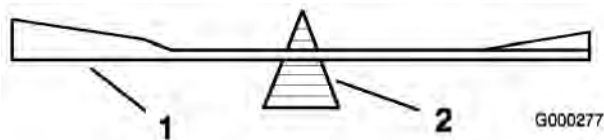
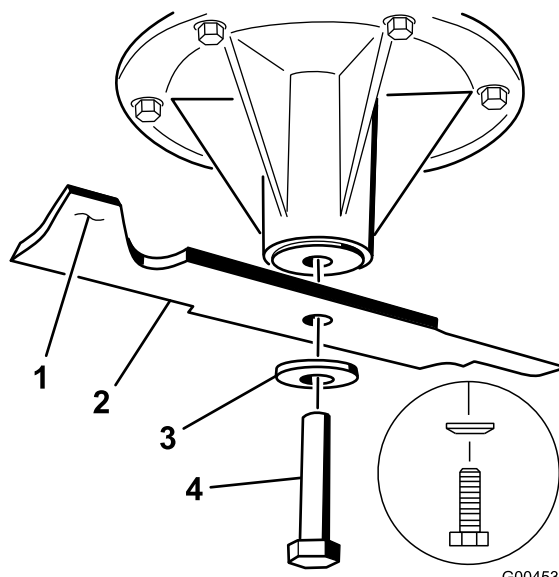

Figura 59
Figura 60
2. Togliete il bullone, il disco elastico e la lama dall'asse del fusello (Figura 60).
2. Controllate l'equilibrio della lama posizionandola su un bilanciatore (Figura 59). Se la lama rimane in posizione orizzontale, è bilanciata e può essere utilizzata. Se la lama non è bilanciata, limate del metallo soltanto dalla costa (Figura 60). Ripetete la procedura finché la lama non è perfettamente bilanciata.
1. Montate la lama sull'asse del fusello (Figura 60).
2. Montate il disco elastico e il bullone della lama. Il cono del disco elastico deve essere rivolto in verso la testa del bullone (Figura 60). Serrate il bullone della lama a 115-150 Nm.